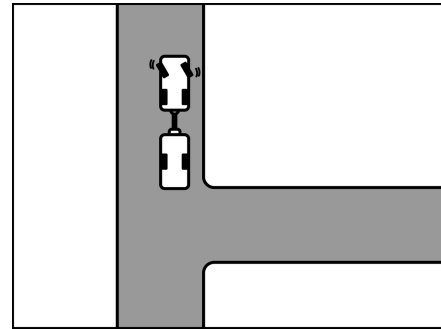

Fig. 10 Girar el volante hacia la izquierda
- Girar el volante hacia la izquierda con la caravana detenida (Fig. 10).